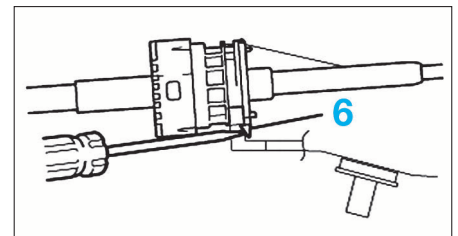

FIG. 20
- À l'aide d'un tournevis, détacher la griffe (6) (fig. 20).